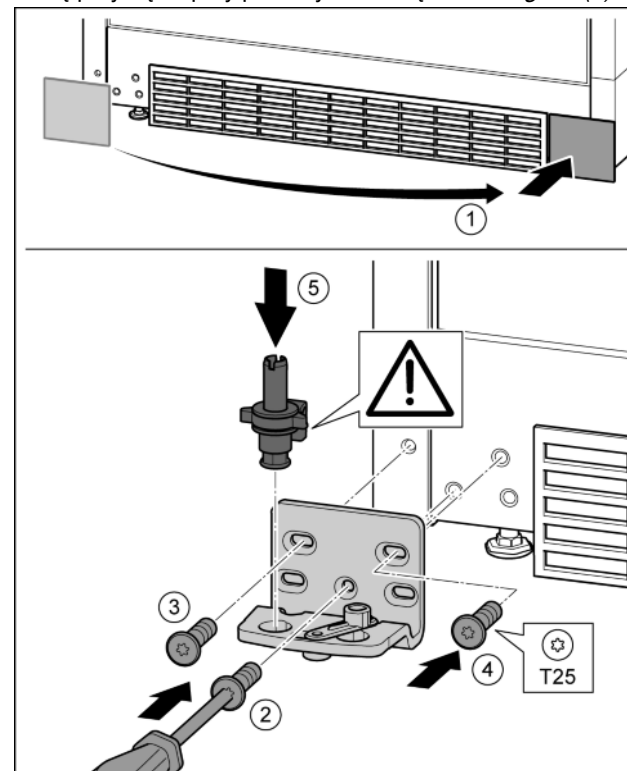

Fig. 13
- ▶ Zdjąć osłonę i założyć z drugiej strony. Fig. 13 (1)
- ▶ Płytkę zawiasu założyć z drugiej strony i przykręcić przy pomocy śrubokręta T25. Rozpocząć śruby 2 dolnej umieszczonej na środku. Fig. 13 (2)
- ▶ Dokręcić śrubę 3 i 4. Fig. 13 (3, 4)
- ▶ Założyć całą sworzeń płytki zawiasu. Przy tym zwrócić uwagę, by krzywka zatrzaskowa wskazywała do tyłu. Fig. 13 (5)